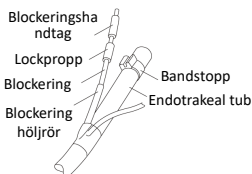

Bild 6
1. Flytta lockproppen och rotera (vid behov) och montera den på blockerings hölrör (Bild 6).